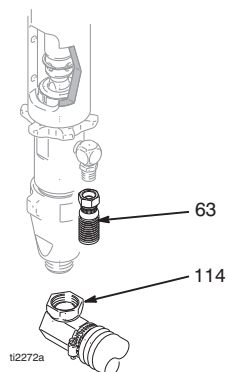

Рис. 7
3. (Рис. 7) Отсоедините трубку всасывания (114) и шланг для краски (63) (снятый на конце шарнирного соединения).